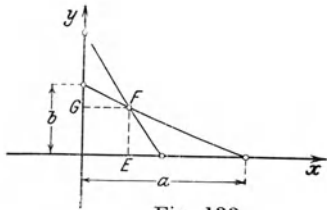

Fig. 133.
f) Stelle die Ergebnisse bildlich dar, setze dabei  $x = a$  und  $y = b$ . Verbinde die Punkte  $a|o$  und  $o|b$  miteinander (Fig. 133). Schneiden sich diese Geraden in einem Punkt? Miß die